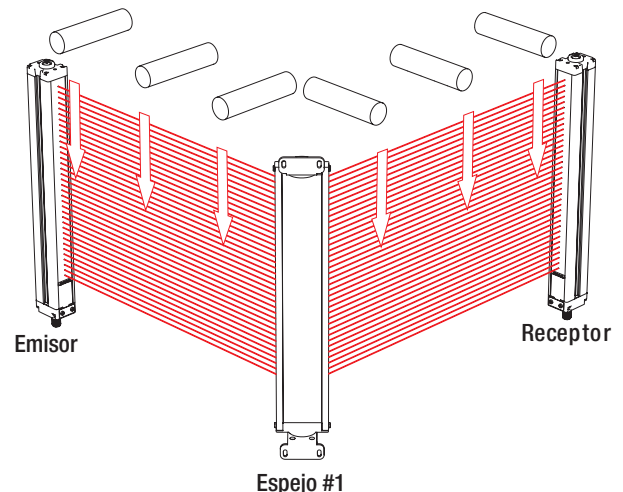

Figura 2. Prueba de disparo del sistema EZ-SCREEN para las aplicaciones con espejos en las esquinas
- Si se utilizan espejos para las esquinas en la aplicación, se deben probar los haces de luz en tres lugares en cada tramo del trayecto del haz (entre el emisor y el espejo y también entre el espejo y el receptor, Figura 2).